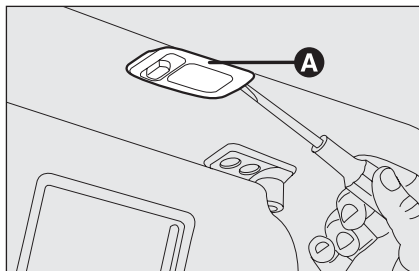

рис. 34
ЛАМПА ОСВЕЩЕНИЯ ОТКРЫТОЙ ДВЕРИ рис. 34
- ❑ Выньте фонарь **A-рис. 34**, поддев его в точках, отмеченных стрелками.